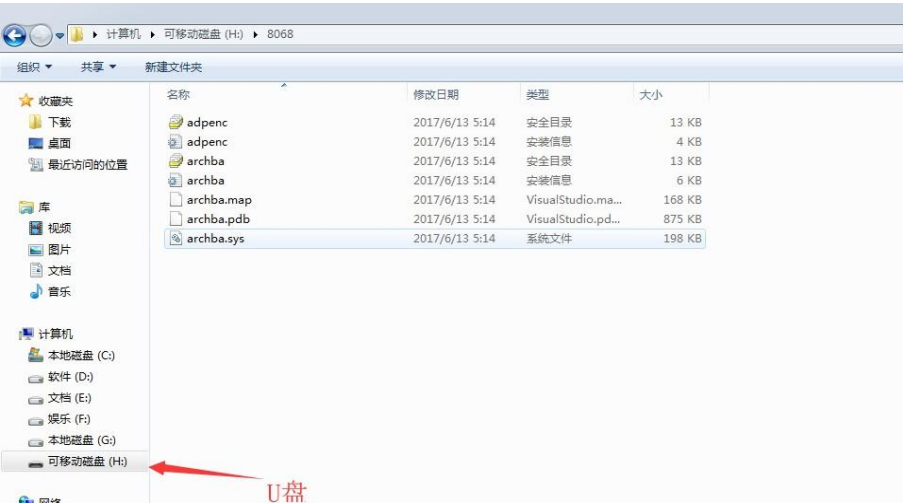

图 6-42
- w. 恭喜，Centos 6.4 安装完成。如图 6-42 所示。